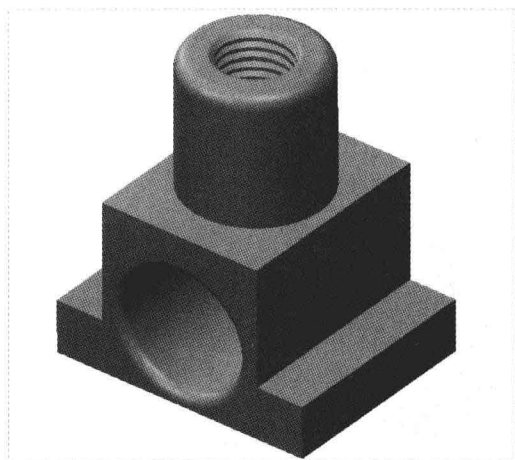

图 16-21 创建螺旋扫描特征
Step 11 单击“应用并保存在工具中所做的所有更改，然后关闭工具操控板”按钮 ，完成螺旋扫描特征的创建，如图 16-21 所示；采用与上同样的方法，使用“螺旋扫描”命令，弹出“螺旋扫描”选项卡，单击“参考”按钮，弹出“参考”下滑面板，单击“定义”按钮，弹出“草绘”对话框。